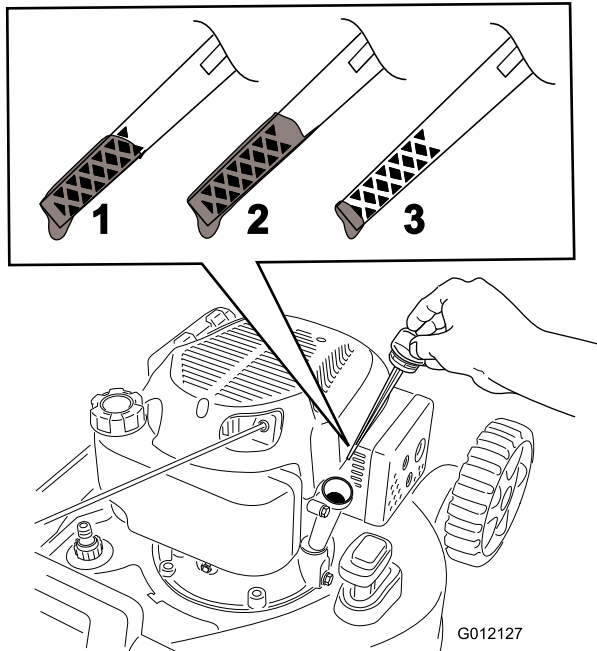

Bild 12
2. Entfernen Sie den Peilstab, indem Sie den Deckel nach links drehen und herausziehen (Bild 12).
5. Lesen Sie den Ölstand am Peilstab ab. (Bild 12)
- Wenn der Ölstand am Peilstab zu niedrig ist (Bild 12), füllen Sie langsam etwas
- Wenn der Ölstand am Peilstab zu hoch ist (Bild 12), lassen Sie Öl ab, bis der Ölstand am Peilstab richtig ist, siehe Wechseln des Motoröls \(Seite 16\).